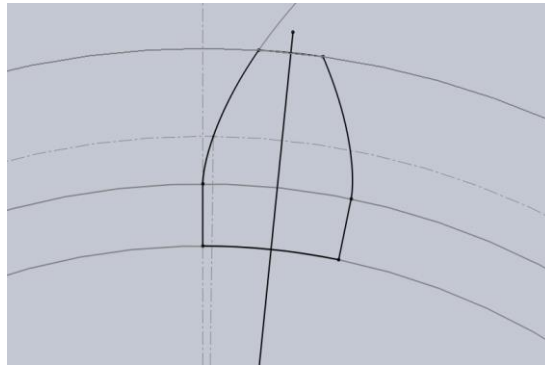

Figura 9 - Profilo con fianco ad evolvente con $D_b > D_p$
- 5) costruzione di un nuovo schizzo su cui importare le geometrie appena create e generazione della copia speculare del fianco. Se il diametro di base è maggiore di quello di piede il fianco va completato con un segmento radiale (Figura 9).